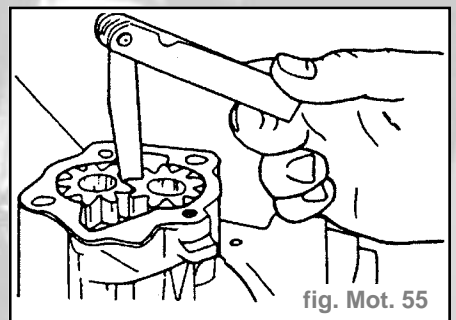

fig. Mot. 55
- Contrôler le jeu d'engrènement à l'aide d'un jeu de cales (fig. Mot. 55).